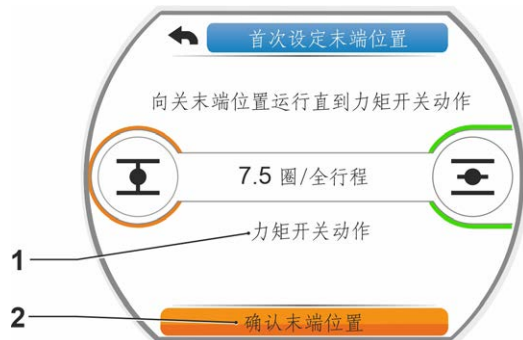

图7：到达关末端位置
一旦达到了关断力矩的设置值，显示屏中将出现“力矩开关动作”的提示信息（如图7中1所示）。
8. 选择“确认末端位置”（如图7中2所示）并确认，第二个末端位置已设定完成。同时会弹出一个末端位置设定成功的提示框（如图8所示）。